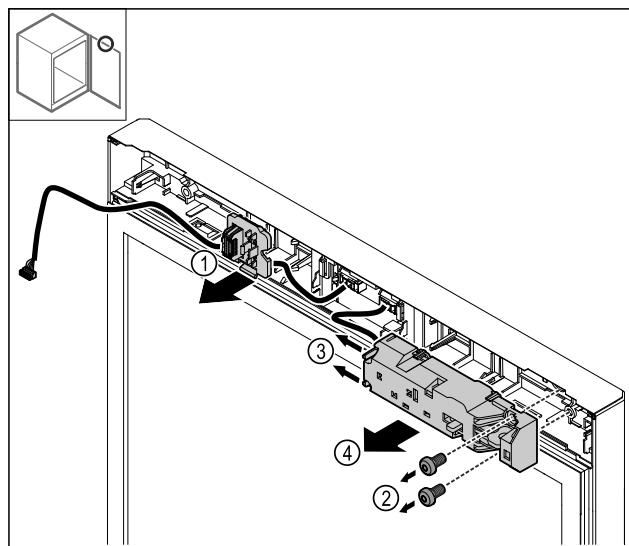

Fig. 27
- 松开插头架 Fig. 27 (1)。
- 移除螺栓 Fig. 27 (2)。
- 将锁片 Fig. 27 (3)压向一旁，接着取下电子锁 Fig. 27 (4)。